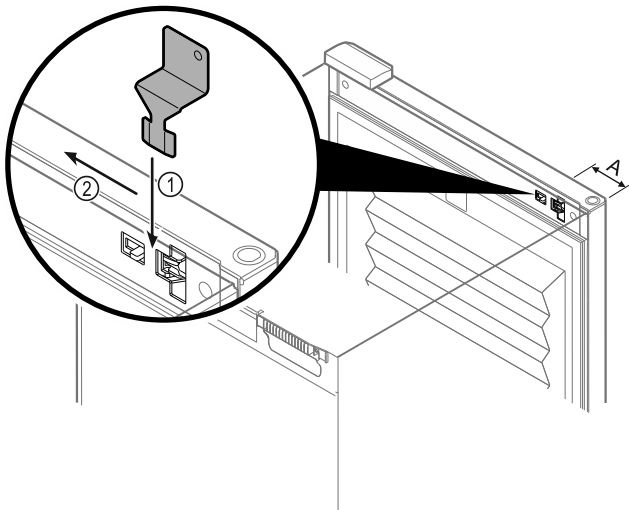

Fig. 101
- Placer la clé de déverrouillage d'urgence à l'emplacement indiqué Fig. 101 (A)  $\approx$  100 mm.
- Du haut, insérer la clé de déverrouillage d'urgence Fig. 101 (1) entre la porte et le corps de l'appareil jusqu'en butée.
- Tirer la clé de déverrouillage d'urgence vers la charnière. Fig. 101 (2)